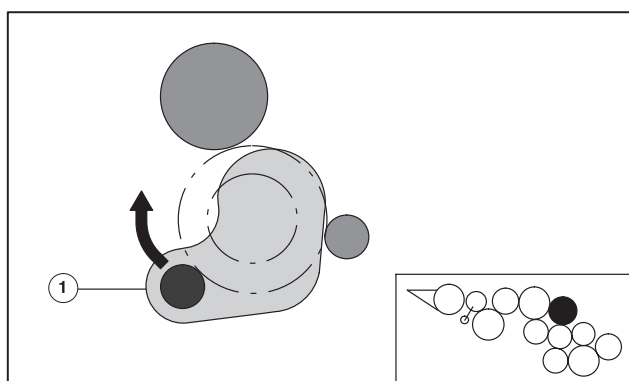

Рис. 11 Демонтаж 1-го накатного валика
- ❶ Нажмите вверх до упора рычаг на опоре валика на стороне привода (Рис. 11/❶) и на стороне обслуживания. Выньте накатной валик вверх. - Рычаги легче передвигаются, если слегка нажимать на валик в направлении формного цилиндра.